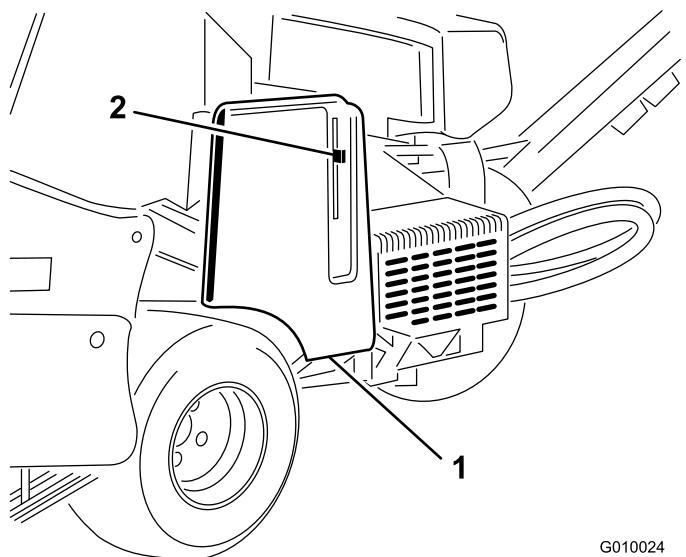
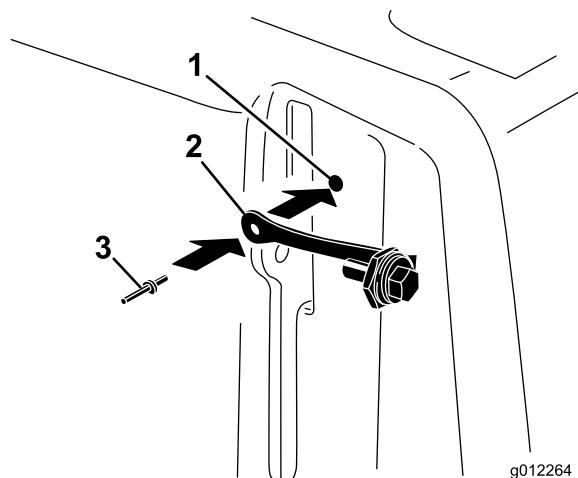

Figura 8
Figura 9
- Fissate il cordino al foro presente sul copricinghia per mezzo di un ribattino con spina (Figura 9).
- Individuate il foro sul copricinghia, vicino alla leva del dispositivo di fermo (Figura 8 e Figura 9).